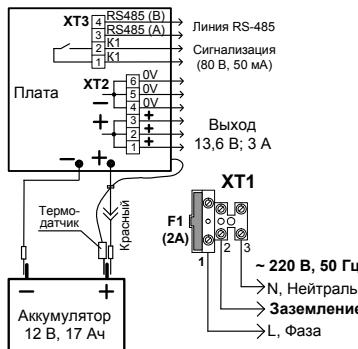

Рис. 2
При подключении внешнего питающего напряжения 220 В к сетевой колодке XT1 необходимо соблюдать правильность подключения проводов «фаза», «нейтраль» и «заземление». Подключение цепей к РИП производить в соответствии с рис. 2. Схема подключения расположена на внутренней стороне корпуса РИП.
3.2.4 Согласно схеме соединений (рис. 2):
б) изъять из колодки вставку F1 (2 A), подключить сетевые провода к входной колодке (фаза (L) должна быть подключена к XT1:1, см. рис. 2);
г) подключить согласно проекта на систему выход оптореле K1 и линию связи RS-485 (см. рис. 2).